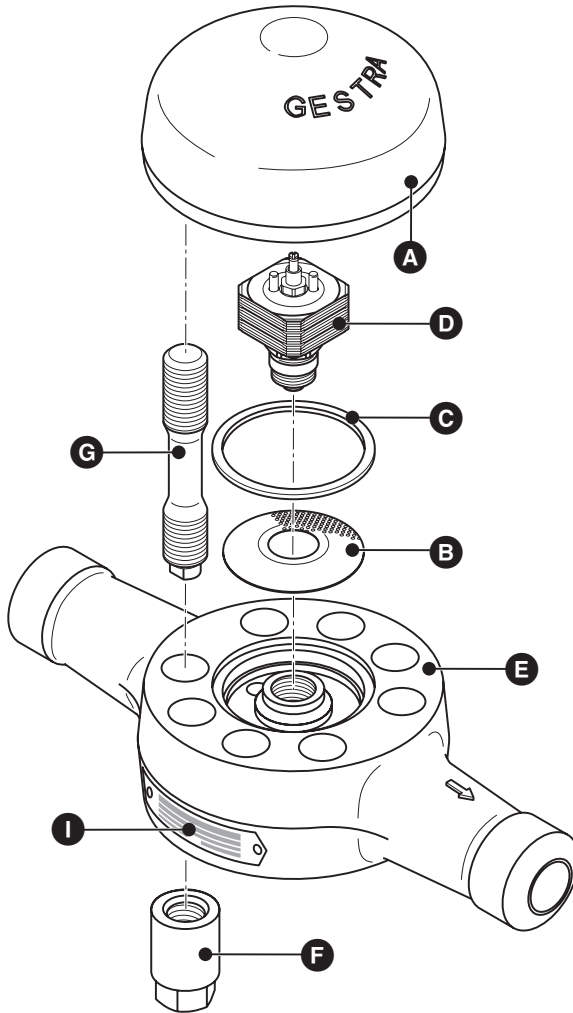
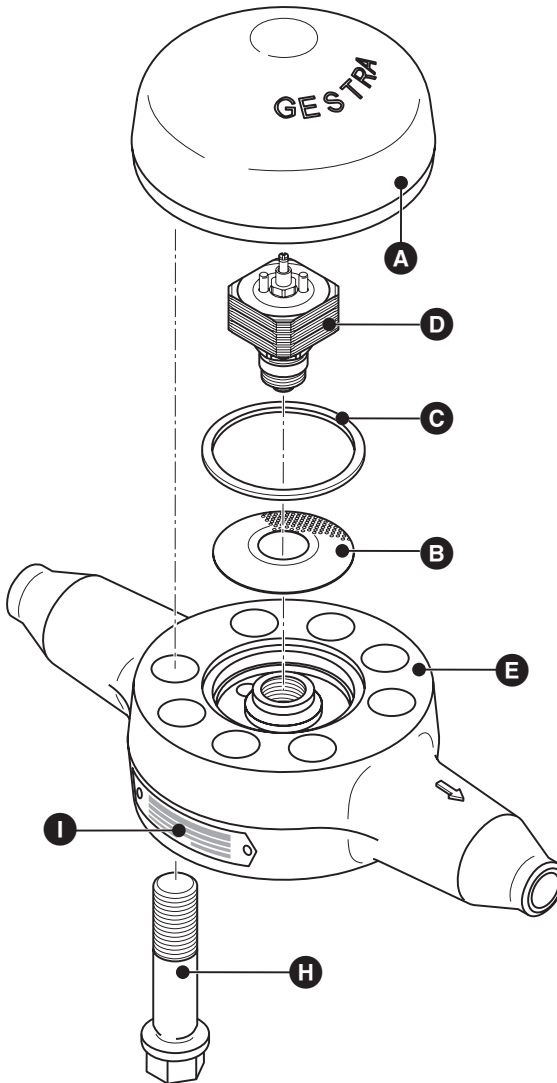

Fig. 2
Fig. 3
1. Haube **A** von Gehäuse **E** demontieren. **Fig. 2, Fig. 3**